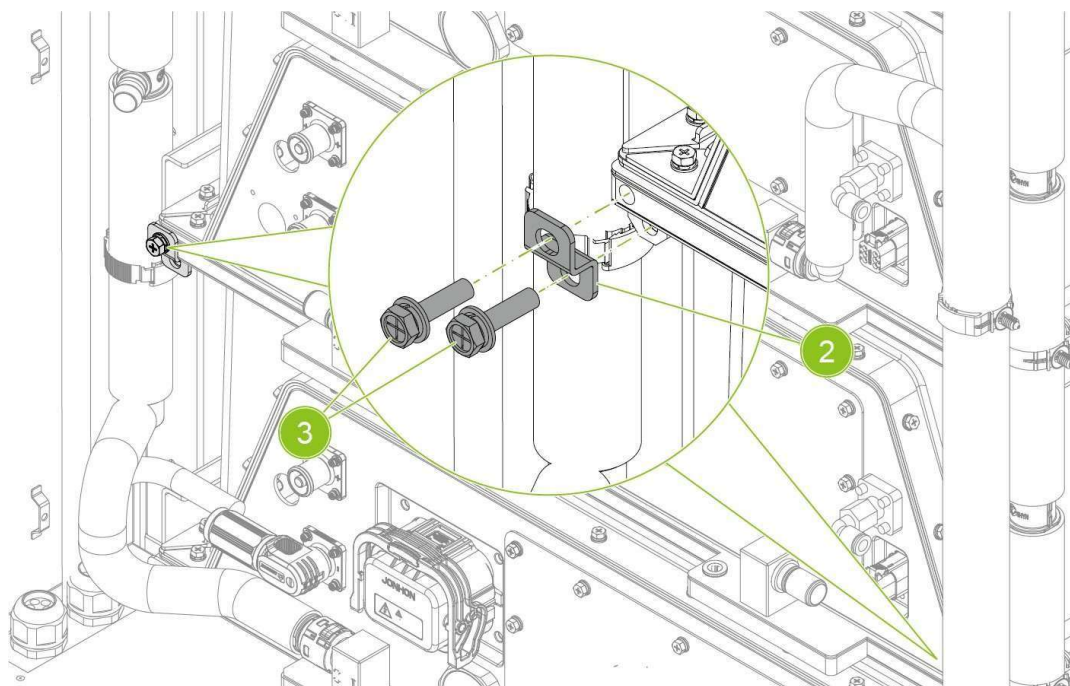

Fig. 9-7 Retirar los elementos de fijación de la batería
2. Gire hacia la izquierda para apretar y cerrar la válvula de purga de aire de la tubería de refrigeración; consulte la fig. 9-7. Drene el líquido refrigerante.